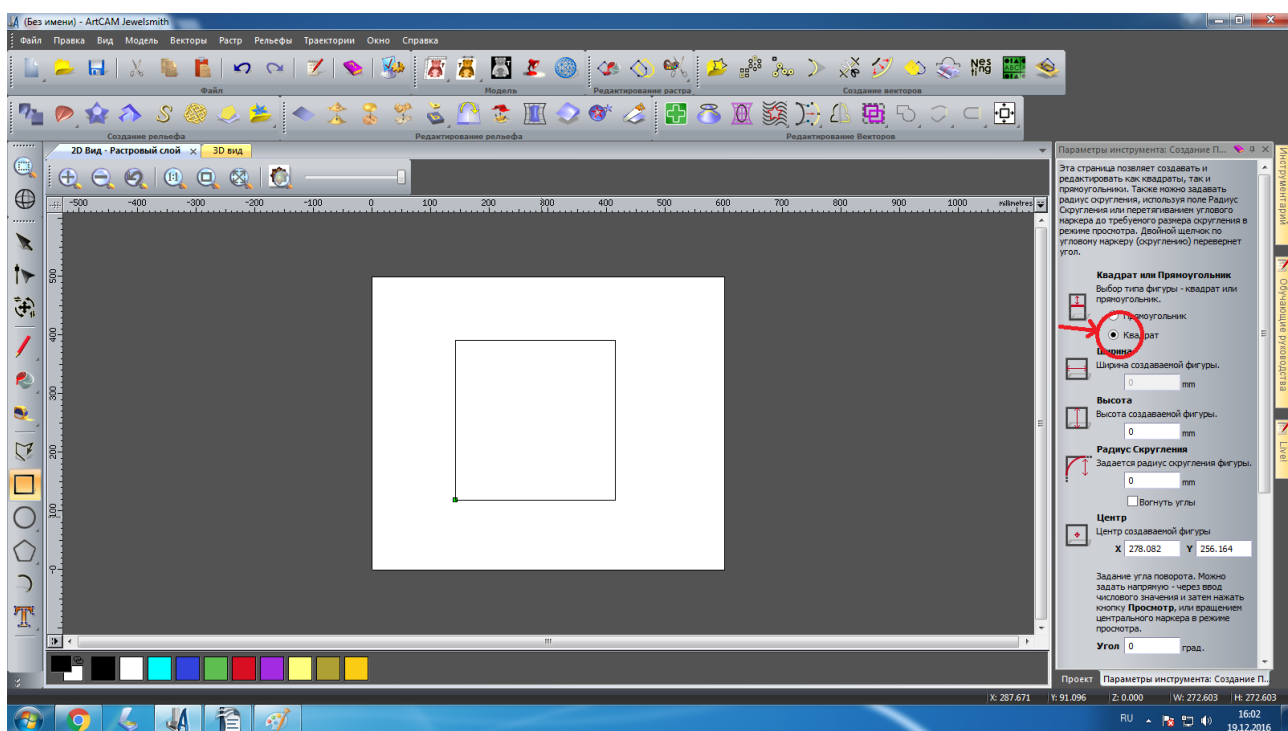

Рисунок 5. Трансформация прямоугольника в квадрат
5. На панели инструментов выберите тип фигуры. В данном случае «Квадрат» и поставьте напротив нужной фигуры точку, рисунок 5